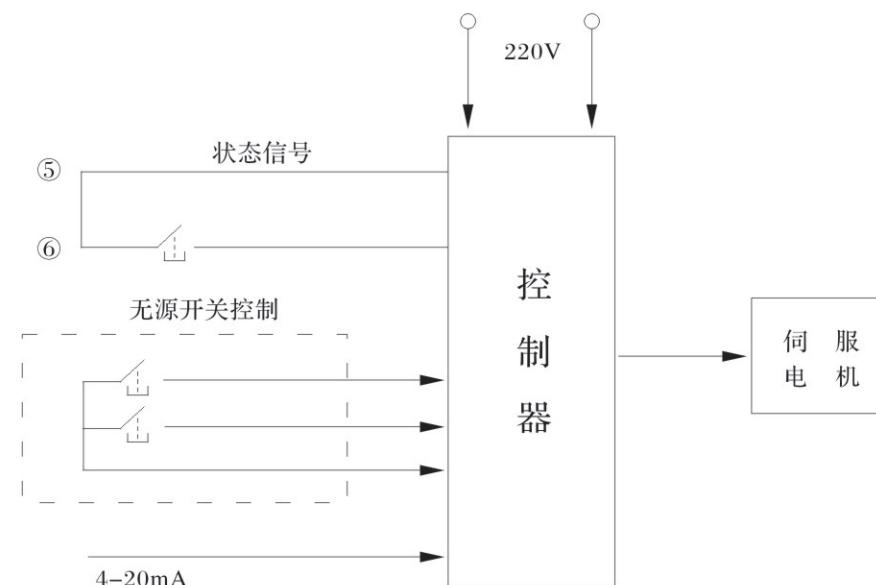

图4 电气控制原理图
无源开关量控制。给CPU一个状态信号，外部无源触点经光电隔离后，控制功率驱动电路驱动伺服电机。触点闭合，电机运转。反之，则电机停转。(注：使用开关量控制前，必须先状态接点⑤、⑥闭合前，完成行程调试和设置。) 外部控制电气原理见图4。